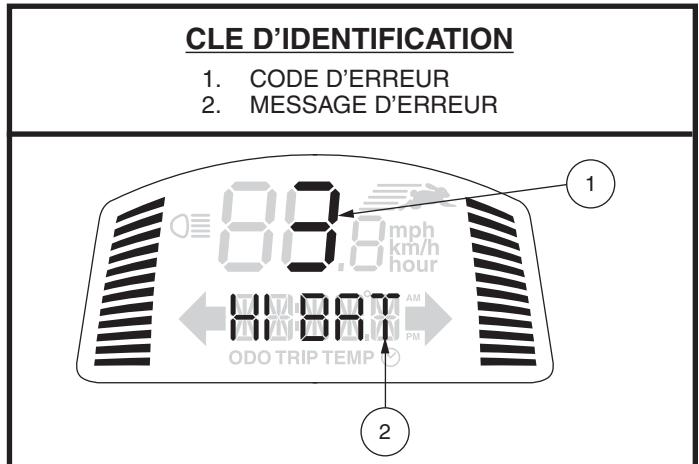

Figure 24. Affichage du code d'erreur
1. Un code de diagnostic et un message d'erreur seront affichés sur votre écran LCD (**voir figure 24**), **OU**